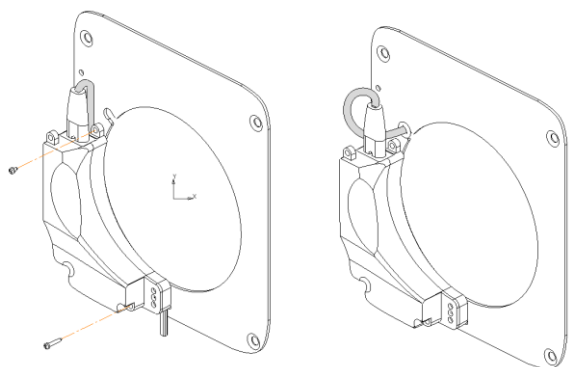

Рис. 11
- Присоедините блок питания к монтажной пластине винтами М3х8 и М3х22 (Рис. 11)